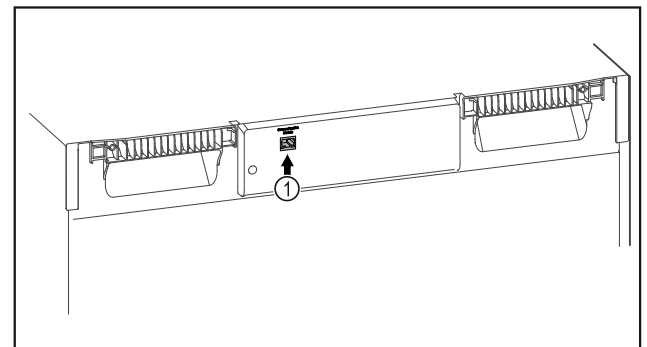

Fig. 114
- SmartModule Fig. 114 (1) este instalat.